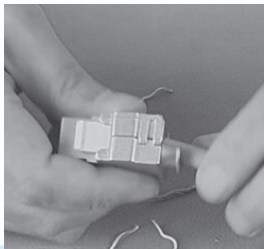
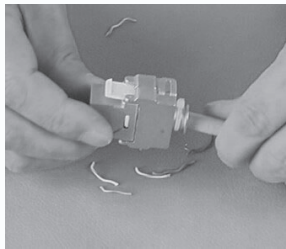

图4-33 合住金属外壳
图4-34 线扎固定
5) 先将活动压盖中向下箭头的一端扣下来，然后再将向上箭头的一端扣下来，再次用力将两边的活动压盖紧紧扣合，最后用线扎固定网线、屏蔽层以及金属外壳，保证金属外壳与屏蔽层牢固连接，如图4-33和图4-34所示。